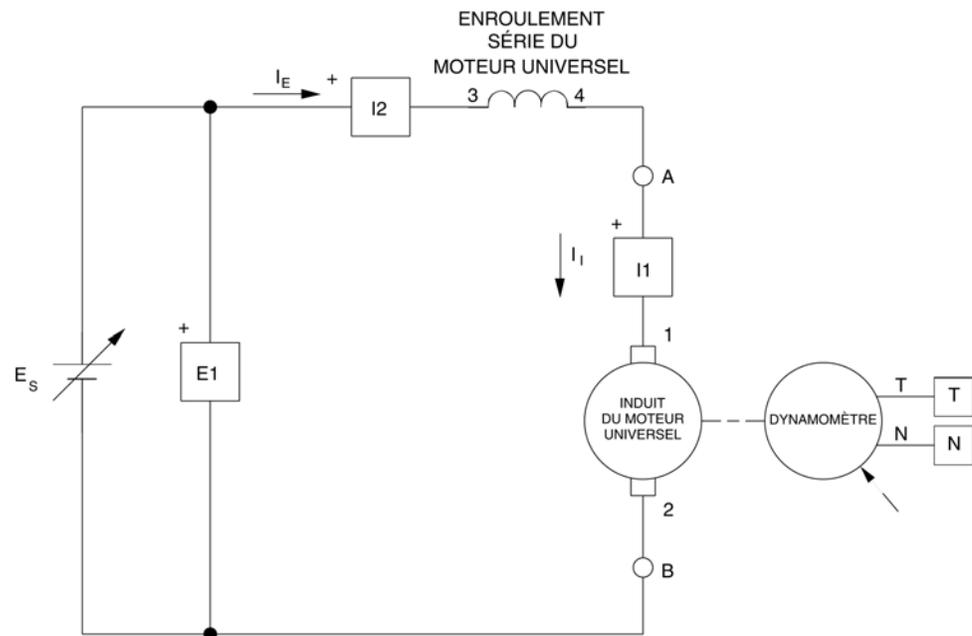

Figure 3-12. Moteur universel à alimentation c.c. couplé à un dynamomètre.
Modifiez les raccords afin d'obtenir le circuit du moteur universel illustré à la figure 3-12.
17. Inversez les fils de l'induit aux points A et B illustrés à la figure 3-12.
Inversez les fils d'induit aux points A et B illustrés à la figure 3-12. Les modules devraient être raccordés comme à la figure 3-12.
20. Inversez les fils de l'induit se trouvant aux points A et B illustrés à la figure 3-12.
Inversez les fils de l'induit aux points A et B illustrés à la figure 3-12.